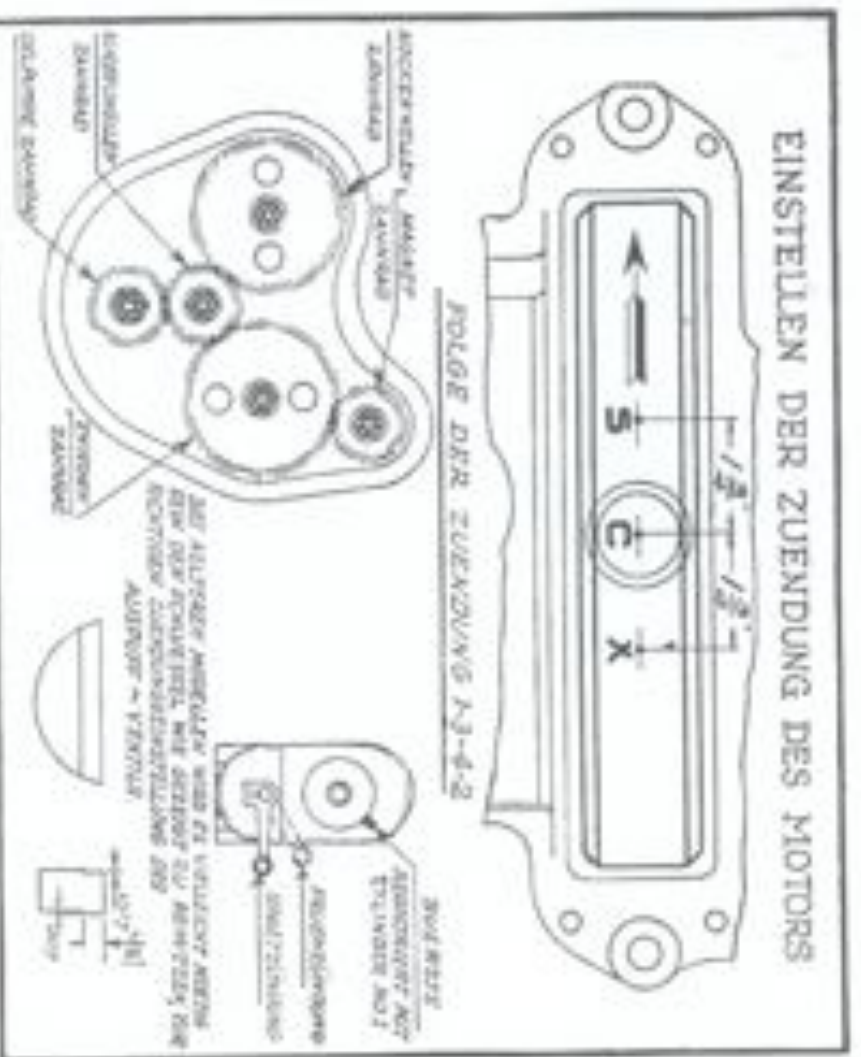

Abbildung 20
1. Der Stöpsel ist aus dem sich oben am Schwungrad befindlichen Einschaufloch zu entfernen und das Schwungrad langsam in der Drehrichtung zu drehen, wie durch den Pfeil angedeutet, (Siehe Abb. 20) bis sich die mit dem Buchstaben "S" bezeichnete Marke im Mittelpunkt des Einschauflochs befindet.